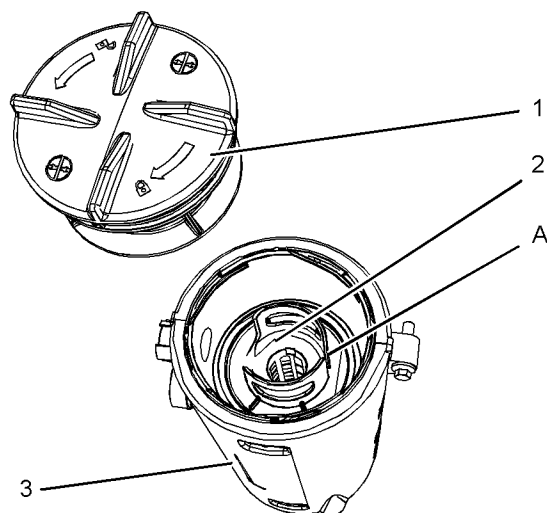

図 59
5. 新しいフィルタエレメントをブリーザのボディ(3)に取り付け、位置(A)が合うようにフィルタエレメントの向きを合わせます。図59を参照してください。フィルタエレメントの位置(A)をキャップの位置(B)に合わせます。